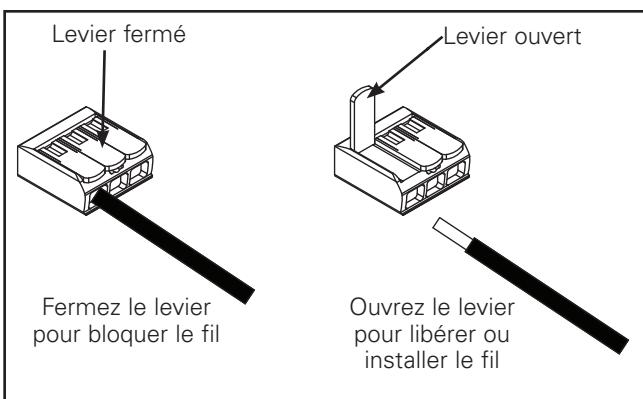

Figure 29.
5. Soulevez la languette orange sur le capuchon de connexion pour libérer le fil et fermez pour bloquer le fil en place. (Figure 29).